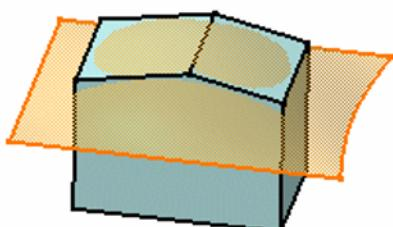

Fig.41. Selectarea suprafetei
- Se selecteaza suprafata (indicata prin sageata) care se doreste atasata (fig.41);